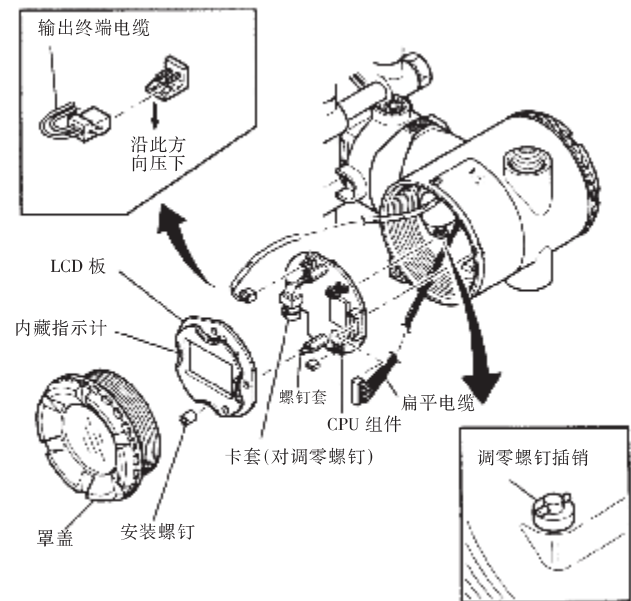

图 8.4.2 LCD 板与 CPU 组件的拆卸与安装
本节介绍 CPU 组件替换步骤。(见图 8.4.2)
- ②调节调零螺钉,直至螺钉头的槽孔位于水平位置,如图 8.4.2 所示。
- ③拔出输出终端电缆(尾端接棕色端子)。操作时,轻轻按住 CPU 组件上的插座,拔出电缆,使其脱离。
- ④用套筒螺丝刀(对边长 5.5mm)松开两颗螺钉套。
- ⑤沿直线取出 CPU 组件。
- ⑥拨下连接 CPU 组件与膜盒的扁平电缆,(尾端接黑色端子)。